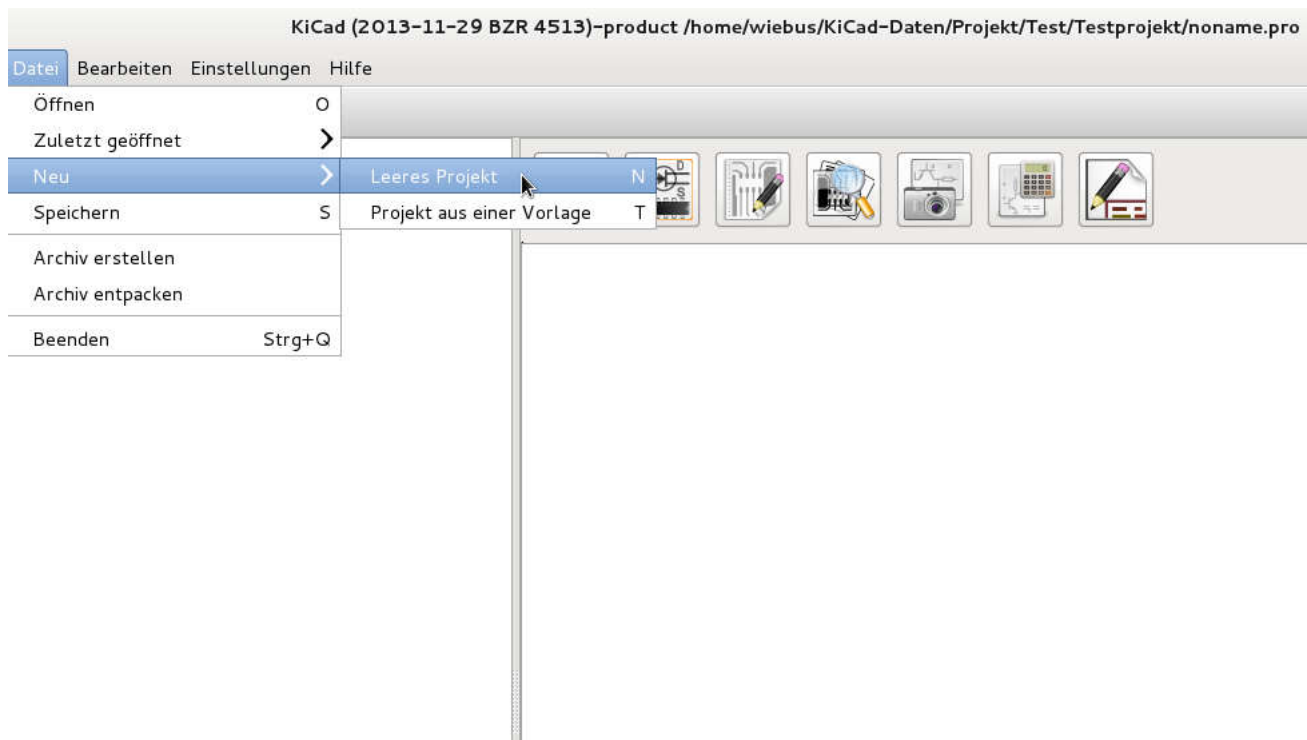
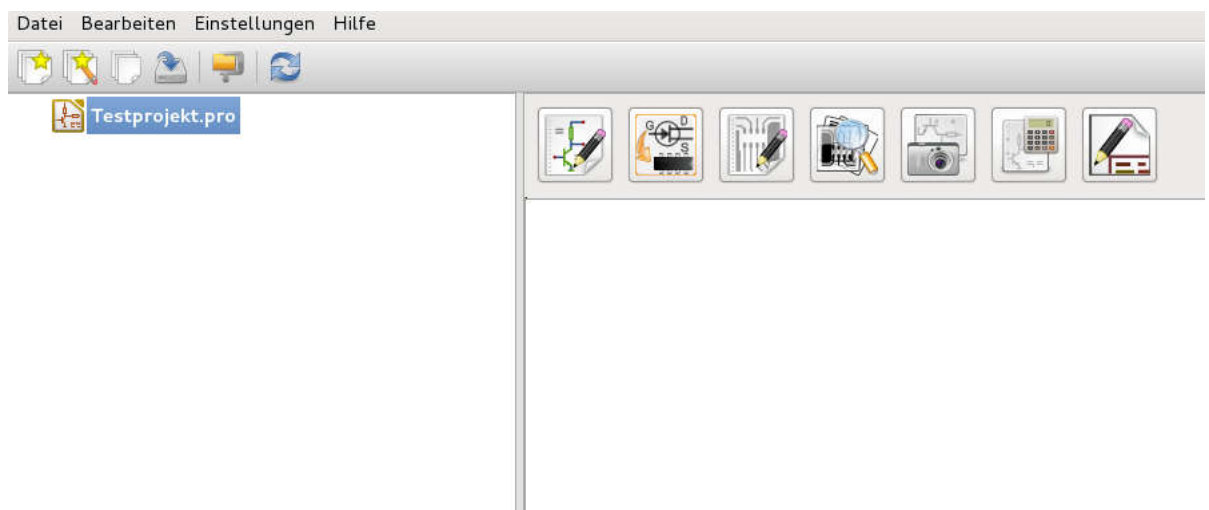

Abbildung 1: Anlegen eines „Testprojektes“ in KiCad
Abbildung 2: Anlegen eines „Testprojektes“ in KiCad: Ergebnis
**A** Starten Sie KiCad und erstellen ein neues, leeres, Projekt . Dazu oben links im Toolbar unter Datei > Neu > leeres Projekt wählen. Im Ordner „Testprojekt“ wird die Projektdatei „Testprojekt.pro“ angelegt. Siehe Abbildung 1. Die Namensendung des Projektfiles mit .pro ist obligatorisch in KiCad. Anschließend finden Sie im KiCad Projektbaum das Projekt Testprojekt.pro, dem noch nichts zugeordnet ist. Siehe Abbildung 2.